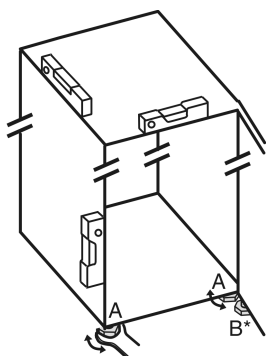

Fig. 24
- Выкрутите регулируемые опоры Fig. 24 (A) при помощи входящего в комплект поставки рожкового ключа и, используя уровень, выставьте устройство прочно и ровно по горизонтали.
- Выверните регулируемую опору Fig. 24 (B) на нижнем опорном кронштейне при помощи входящего в комплект поставки рожкового ключа до ее соприкосновения с полом.
- Поверните регулируемую опору Fig. 24 (B) еще на 90°.